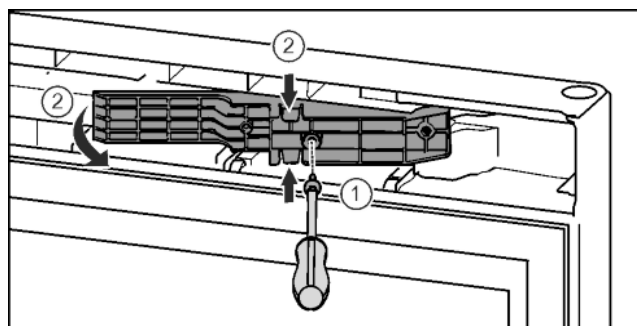

Fig. 16*
- ▶ Отпустить винты отверткой T15.* Fig. 16 (1)
- ▶ Извлечь деталь адаптера.* Fig. 16 (2)